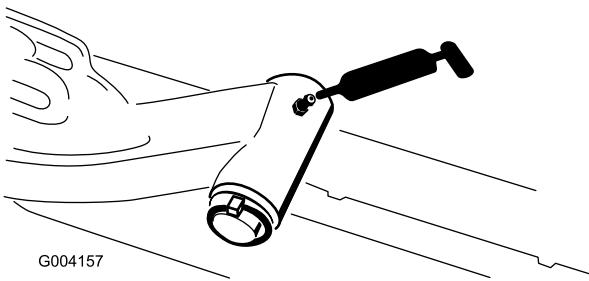

Рисунок 50
- Несущая рама и ось поворота режущего блока (по 2 шт.) (Рисунок 50)
- Ось поворота подъемного рычага (по 1 шт.) (Рисунок 50)